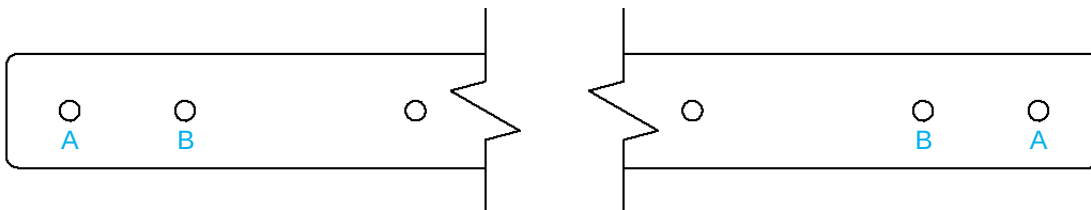

Abbildung 2 – (Spannungseinstellung des Riemen – Löcher „A“ und „B“)
- Das Gummiband an der Klemme durch eine der ersten beiden Löcher im Riemen befestigen („A“ oder „B“ - Abb. 2). Die beiden Löcher ermöglichen unterschiedliche Riemenspannungen beim Sichern des Behälters
- Wenn der Riemen beim Befestigen des Behälters zu locker oder zu straff ist, das erste Befestigungsloch zwischen „A“ und „B“ wechseln (siehe Abb. 2).